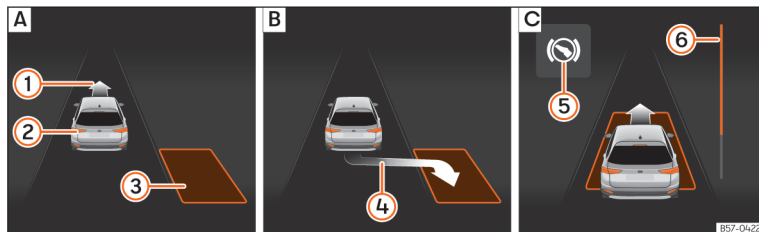
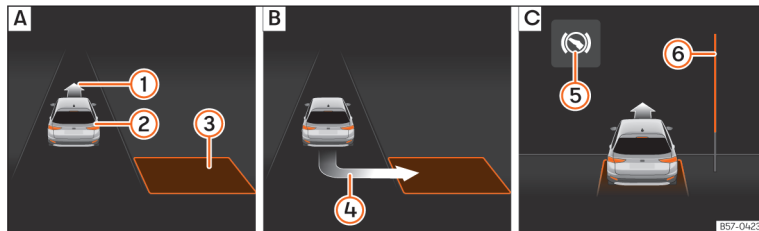

Abb. 125 Am Bildschirm des Kombi-Instruments: längs einparken. **A**: Parklücke suchen. **B**: Position zum Einparken. **C**: Rangieren.
Abb. 126 Am Bildschirm des Kombi-Instruments: quer einparken. **A**: Parklücke suchen. **B**: Position zum Einparken. **C**: Rangieren.
- Prüfen Sie anhand der Anzeige im Bildschirm des Kombi-Instruments, ob die Parklücke als „geeignet“ erkannt wurde und ob die korrekte Position zum Einparken » (Abb. 125) **B** oder
» (Abb. 126) **B** erreicht wurde. Die Parklücke wird als „geeignet“ betrachtet, wenn auf dem Bildschirm des Kombi-Instruments die Anzeige zum Einparken erscheint ④.
- Fahren Sie rückwärts, bis das Dauertonsignal des ParkPilot ertönt; **ODER:** fahren Sie zurück, bis auf dem Bildschirm des Kombi-Instruments die Anzeige für Vorwärtsfahren »» (Abb. 125) ☐ oder »» (Abb. 126) ☐ erscheint; **ODER:** fahren Sie zurück, bis am Bildschirm des Kombi-Instruments die Meldung **Park Assist beendet** erscheint. Die Fortschrittsanzeige ⑥ zeigt den zurückzulegenden Abstand an.
- Treten Sie auf das Bremspedal, bis die Lenkbewegungen des Parklenkassistenten beendet sind; **ODER:** bis das Symbol ⑤ am Bildschirm des Kombi-Instruments erlischt.
- Fahren Sie vorwärts, bis das Dauertonsignal des ParkPilot ertönt; **ODER:** fahren Sie vorwärts, bis am Bildschirm des Kombi-Instruments die Anzeige zur Rückwärtsfahrt erscheint. Der Parklenkassistent lenkt das Fahrzeug so lange beim Vorwärts- und Rückwärtsfahren, bis das Fahrzeug gerade in der Parklücke steht »» (Abb. 125) ☐ bzw. »» (Abb. 126) ☐.
Die Fortschrittsanzeigen »» (Abb. 125) ⑥ und »» (Abb. 126) ⑥ am Bildschirm des Kombi-Instruments zeigt symbolisch die noch zu fahrende relative Fahrstrecke an. Je länger die Distanz ist, desto größer ist der Füllstand des Fortschrittsbalkens. Bei Vorwärtsfahrt nimmt die Füllung des Fortschrittsbalkens nach oben ab und bei Rückwärtsfahrt nimmt die Füllung des Fortschrittsbalkens nach unten ab.